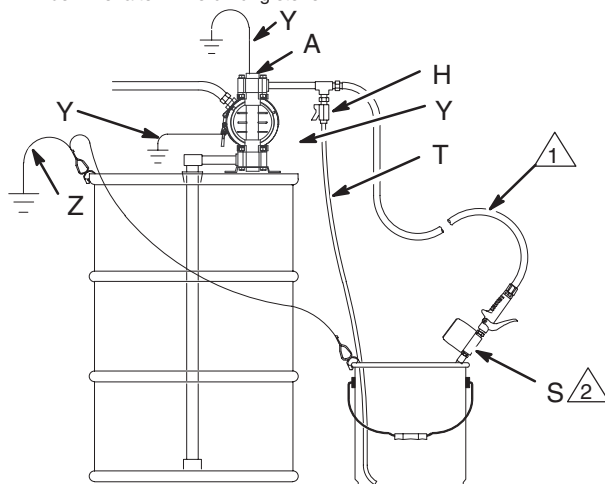

Abb. 3
Werden leitfähige, brennbare Flüssigkeiten gefördert, muß das gesamte Materialsystem **immer** geerdet sein. Dazu muß das Materialsystem elektrisch mit einer guten Erde verbunden sein (siehe Abb. 3). **Niemals** eine Polypropylen- oder Kynar®-Pumpe mit elektrisch nicht leitfähigen, brennbaren Materialien gemäß den örtlichen Brandschutzvorschriften verwenden.
**HINWEIS:** Beim Pumpen elektrisch leitfähiger, brennbarer Materialien mit einer Polypropylen- oder Kynar®-Pumpe muß **immer** das Materialsystem geerdet werden. Siehe Abschnitt **Warnungen** oben. Die Abb. 3 zeigt eine empfohlene Methode zum Erden von Behältern mit brennbaren Materialien während der Befüllung.